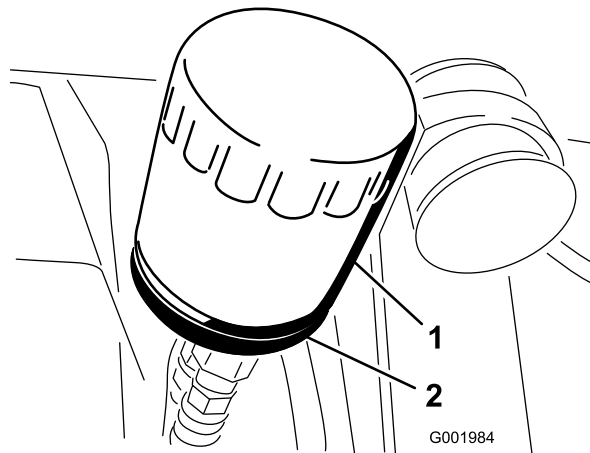

Figura 52
2. Togliete il filtro dell'olio (Figura 52).
5. Montate il nuovo filtro dell'olio sull'adattatore. Girate il filtro in senso orario finché la guarnizione di gomma non tocca l'adattatore, quindi serrate il filtro di un altro mezzo giro (Figura 52).